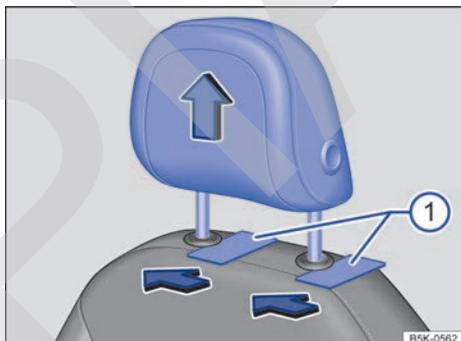

Fig. 80 Desmontaje de los apoyacabezas delanteros.
- Para desbloquearlo, introduzca unos objetos planos (unas tarjetas de plástico, p. ej.) entre el tapizado del respaldo y las tapas de las barras del apoyacabezas → fig. 80  mientras una segunda persona extrae el apoyacabezas completamente.